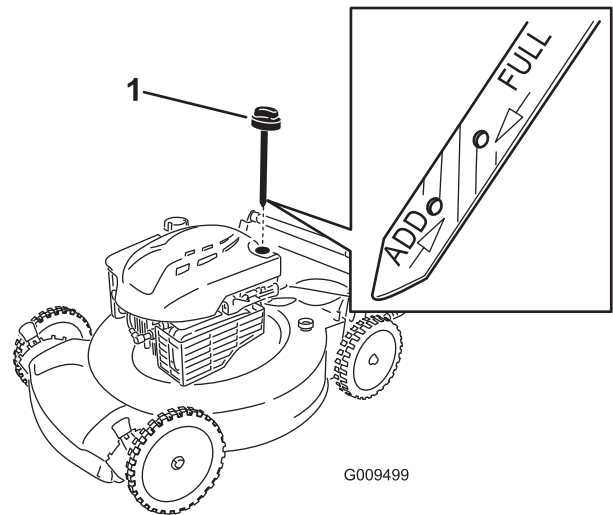

Bild 10
2. Ziehen Sie den Peilstab (Bild 10) heraus.
5. Nehmen Sie den Peilstab heraus und lesen Sie den Ölstand am Peilstab ab, siehe Bild 10.